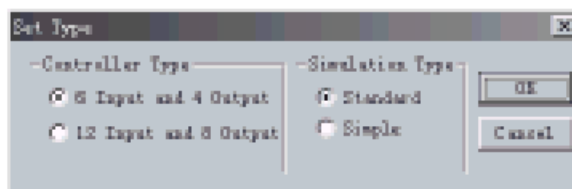

Fig. 4.2. Cuadro de Opciones para tipo de controlador
2. Ahora aparecerá un cuadro de diálogo como se ve en la Fig. 4.2: